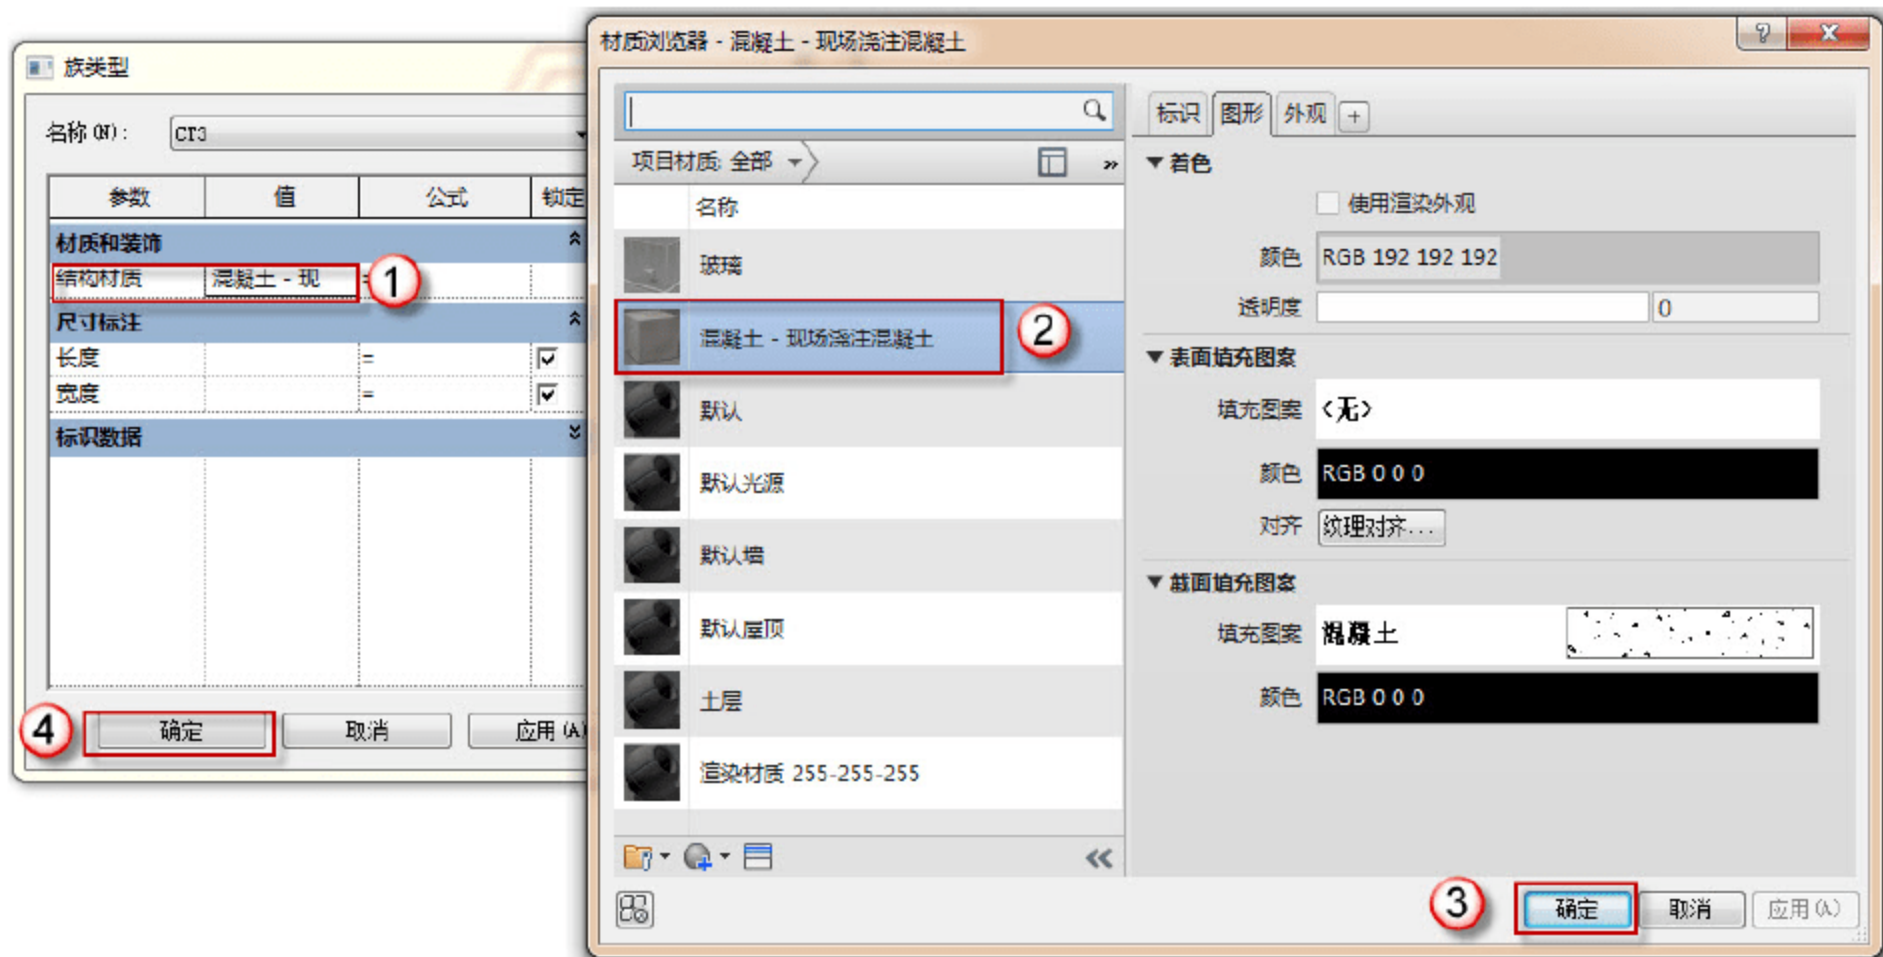

图 2.1.34 添加结构材质
(8) 还需要添加结构材质，单击“族类型”按钮，在弹出的“族类型”对话框中，单击“结构材质”按钮，在弹出的“材质浏览器”对话框中，依次单击“混凝土-现场浇注混凝土”→“确定”按钮，如图 2.1.34 所示。